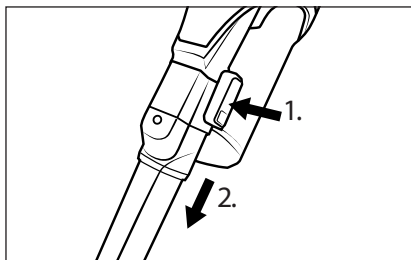

Fig. 15
- ◆ Pentru îndepărtarea accesoriului, apăsați și mențineți apăsată tasta de deblocare de pe accesoriu, apoi trageți accesoriul de pe țeava de aspirare 23 sau de pe orificiul de aspirație al aparatului (a se vedea fig. 15).